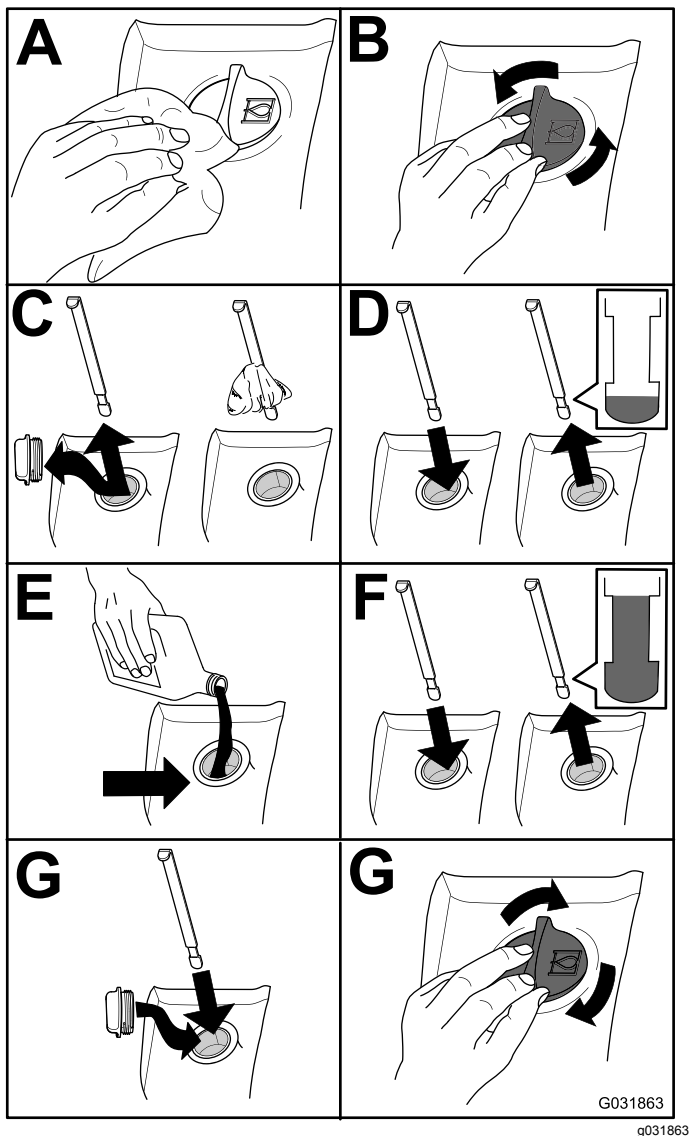

Bild 101
2. Prüfen Sie den Stand des Hydrauliköls (Bild 101).